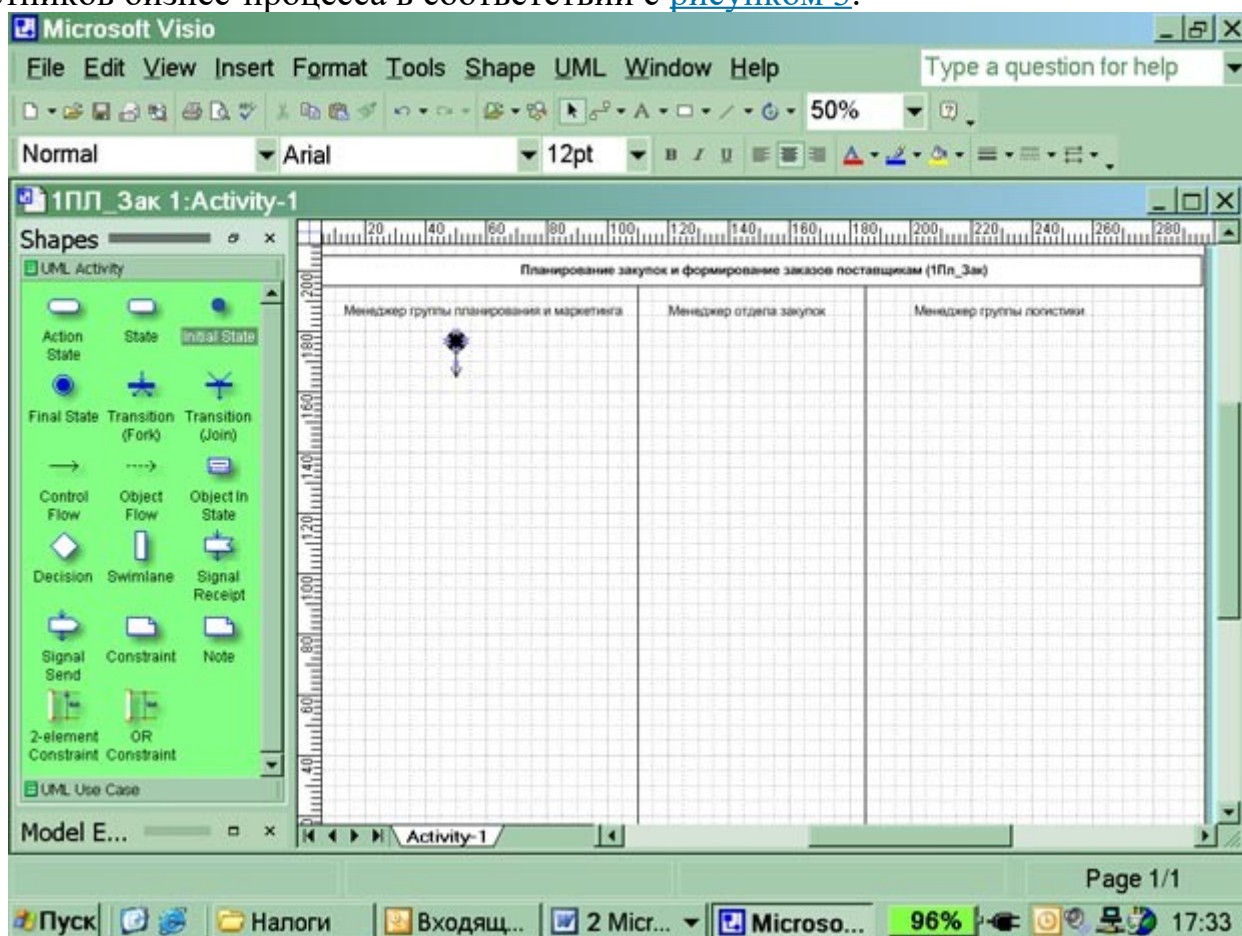

Рис. 3. Подготовительная стадия для изображения диаграммы действий
8. Обозначьте на диаграмме начало процесса символом "Initial state" и опустите стрелку вниз (рис. 3). Работу с графическими формами можно